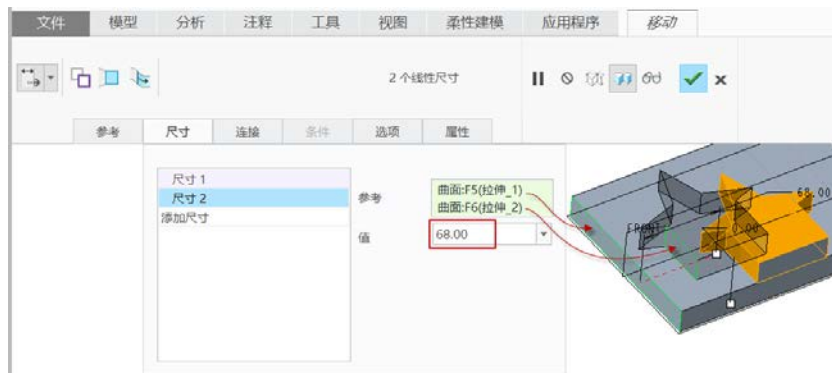

图 9-21 定义尺寸 2
- 4 在“移动”选项卡“尺寸”面板的尺寸列表框中单击“添加尺寸”标签，接着按住〈Ctrl〉键的同时选择图 9-21 所示的两个平整曲面来创建尺寸 2，并将此尺寸的值设置为“68”。